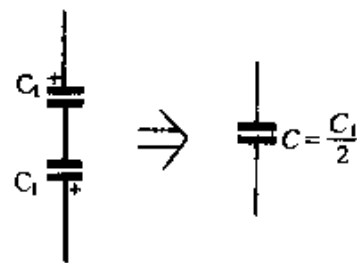
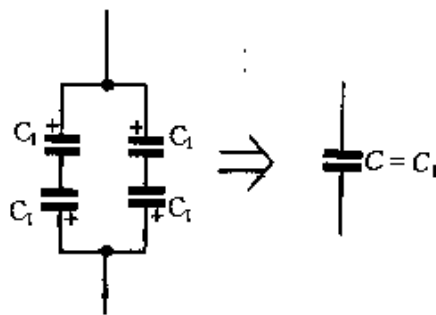

图 3-72
图 3-73
④ 在一些电路中往往需要用到大容量的无极性电容器,可以用有极性的电解电容器反向串联后代用。图 3-72 所示为两个相同容量的电解电容器 C_1 负极对负极反向串联后,等效为一个无极性的电解电容器 C ,但其容量减小为 C_1 容量的一半。如要保持容量不变,可以用 4 个相同容量的有极性电解电容器,按图 3-73 所示进行反向串并联,即可等效为一个无极性的电解电容器 C ,其容量 $C = C_1$ 。